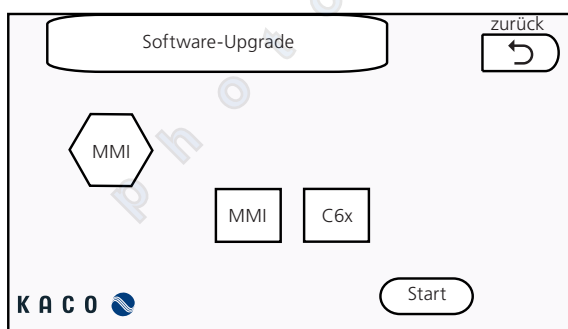

Bild 34: Bildschirm für Software-Upgrade
- ☞ Wählen Sie „MMI“ und drücken Sie „Start“ (Bild 34)